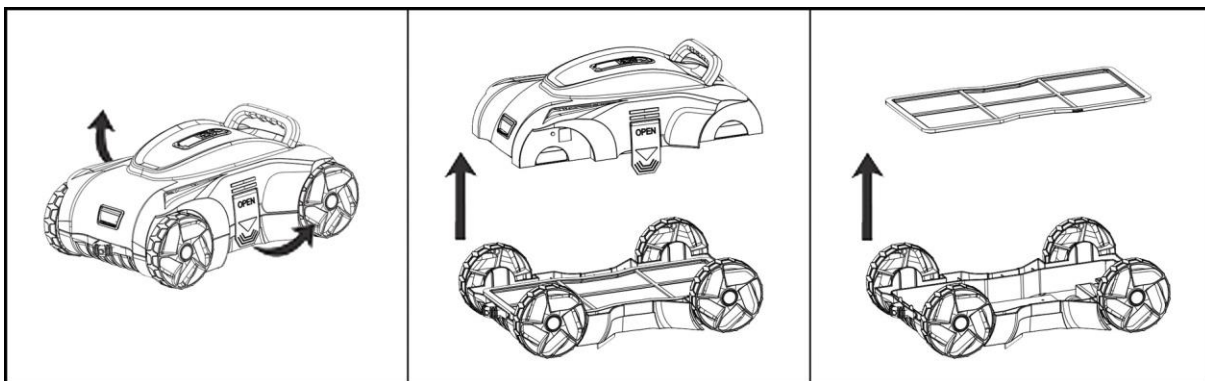

Fig. 5
- Ouvrez les quatre crochets pour pouvoir retirer le couvercle et la cartouche filtrante (fig. 5).